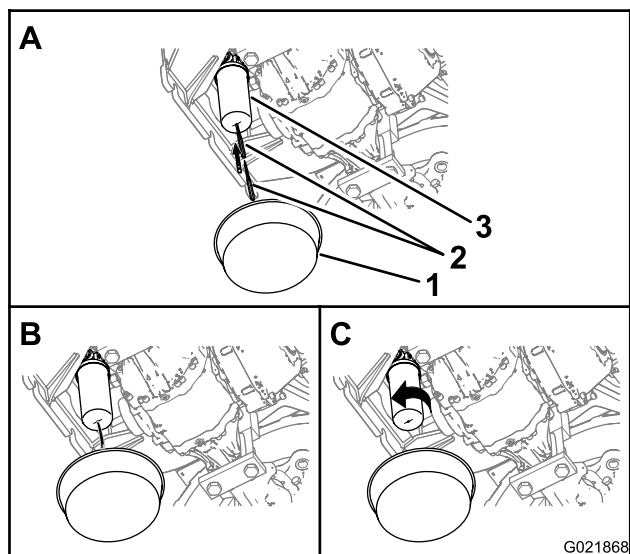

Рисунок 95
Примечание: Доступ к фильтру линии возврата гидросистемы осуществляется под задней частью машины (Рисунок 95).
1. Подставьте емкость под фильтр линии нагнетания гидросистемы (Рисунок 95).
2. Проткните нижнюю часть фильтра линии нагнетания гидросистемы и дайте остаткам гидравлической жидкости стечь в емкость (Рисунок 95).
3. Поверните фильтр линии возврата гидросистемы против часовой стрелки и снимите его (Рисунок 95).